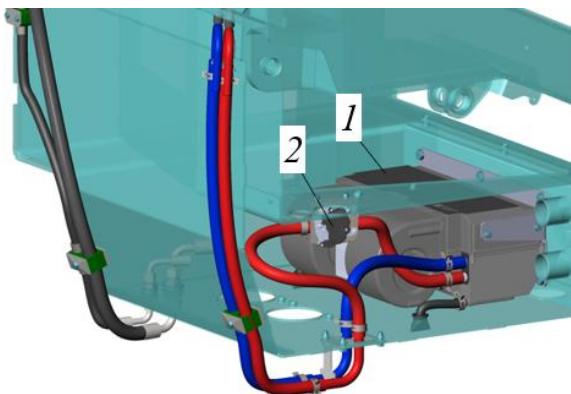

Рисунок 5.37. Расположение крана отопителя
- ▶ Убедитесь в том, что кран отопителя 2, рис. 5.37, установлен по направлению потока жидкости (на линии подачи, красный рукав).